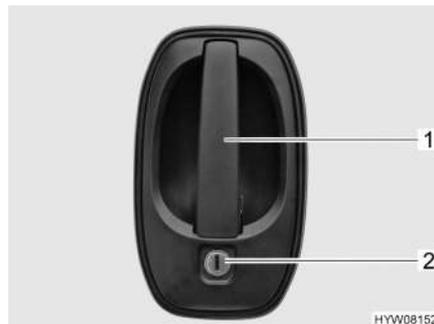

Fig. 6 Cerradura de la puerta de entrada, en el exterior
- Introducir la llave en el cilindro de cierre (Fig. 6,2) y girarla hasta que esté desbloqueada la cerradura de la puerta.
- Tirar del tirador de la puerta (Fig. 6,1). La puerta está abierta.
- Introducir la llave en el cilindro de cierre (Fig. 6,2) y girarla hasta que esté bloqueada la cerradura de la puerta.